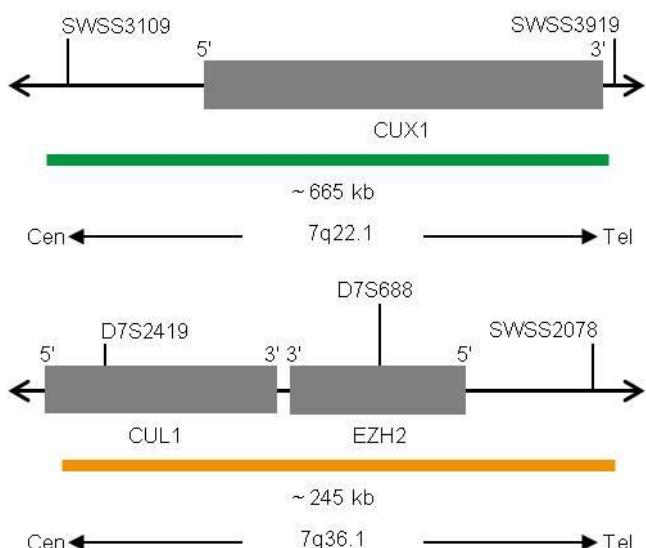

Fig. 1: Cima: SPEC CUX1 Mapa da sonda; Baixo: SPEC EZH2 Mapa da sonda (sem escala)
- Polinucleótidos (~10.0 ng/μl) com marcação ZyGreen (excitação 503 nm/emissão 528 nm), dirigidos ao mapeamento de sequências alvo em 7q22.1* (chr7:101,270,255-101,934,924) contendo o gene CUX1 (ver Fig. 1).
- Polinucleótidos (~4.5 ng/μl) com marcação ZyOrange (excitação 547 nm/emissão 572 nm), dirigidos ao mapeamento de sequências alvo em 7q36.1* (chr7:148,402,839-148,647,927) contendo o gene EZH2 (ver Fig. 1).